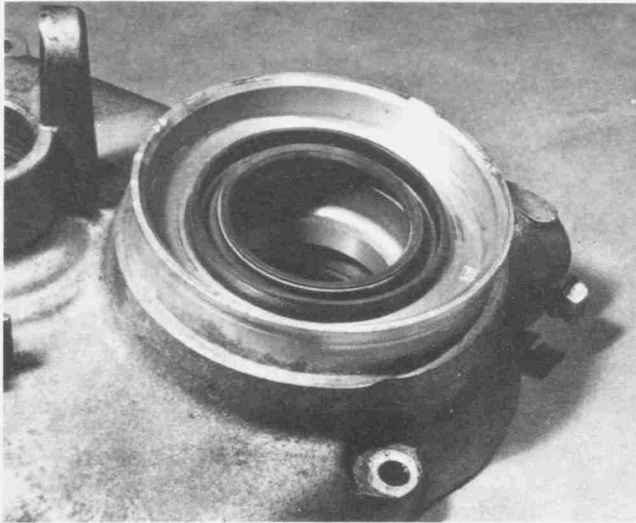

Bild 130
- Es ist darauf zu achten, dass die Lippen des Radialdichtrings nach aussen liegen; d. h. die offene Seite (Schlauchfeder) zeigt zum Mitnehmerflansch der Abtriebswelle. Die Dichtung sorgfältig herausdrücken, da sie später wieder eingebaut werden muss (Bild 130).